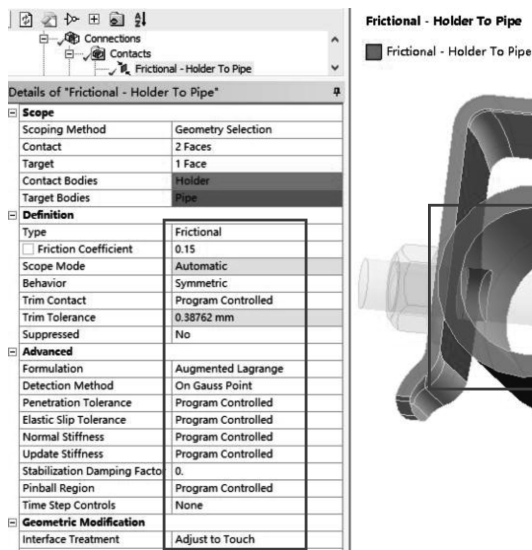

图 2-25 摩擦接触设置
(1) 在导航树上右键单击【Connections】→【Rename Based On Definition】，重新命名目标面与接触面。
(2) 设置圆管与卡箍的接触：在导航树上展开【Connections】→【Contacts】，单击【Bonded-Holder To Pipe】→【Details of “Bonded-Holder To Pipe”】→【Definition】→【Type】= Frictional，【Frictional Coefficient】= 0.15，【Behavior】= Symmetric；【Advanced】→【Formulation】= Augmented Lagrange，【Detection Method】= On Gauss Point；【Geometric Modification】→【Interface Treatment】= Adjust to Touch，其他默认，如图 2-25 所示。